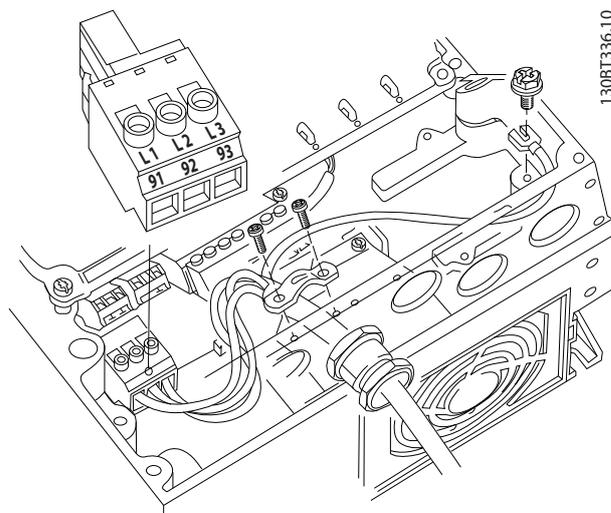

図 2.18 交流主電源への接続
- 3 相交流入力電力ワイヤを L1、L2、L3 に接続します (図 2.18 を参照してください)。